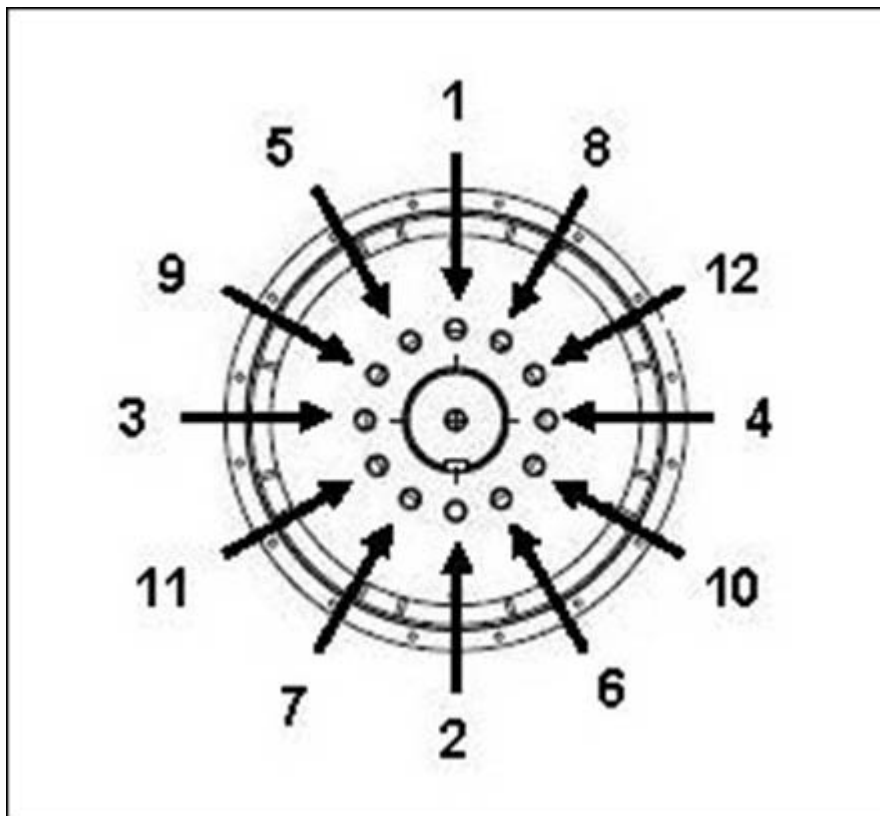

FIGURA 11. SECUENCIA DE FIJACIÓN AL CUBO
4. Si es necesario, apriete los pernos de los discos de acoplamiento en la secuencia que se muestra en Figura 11 en la página 29.